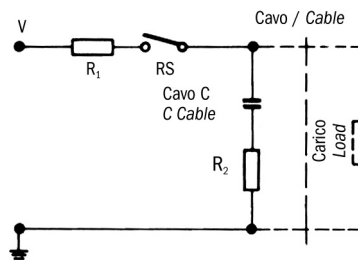
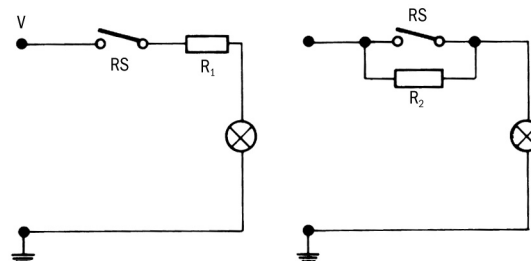

Fig. 4
Fig. 5 Circuito con lampada, resistenza in parallelo o in serie con il commutatore.
2) Carichi capacitivi e lampade Al contrario di quanto avviene con i carichi induttivi, con i carichi capacitivi e con lampada si hanno elevate scariche di corrente che possono provocare guasti immediati, e persino la saldatura dei contatti. Quando si commutano dei condensatori carichi o dei condensatori di linea, si ha un'immediata scarica la cui intensità dipende dalla portata e dalla lunghezza dei carichi. La corrente di scarica di picco è limitata da un resistore in serie con il condensatore, come è indicato nella fig. 4 (vedi pagina seguente). La dimensione del resistore sarà determinata in base alle possibilità esistenti nell'ambito di un particolare circuito. In ogni caso, dovrebbe essere il più grande possibile per limitare lo scarico di corrente entro limiti accettabili. Quanto detto vale anche per il carico con condensatori. Per quanto riguarda i circuiti con condensatori ad elevata scarica di corrente, andrebbero usati i circuiti come da fig. 5 (vedi pagina seguente), con R1 o R2.